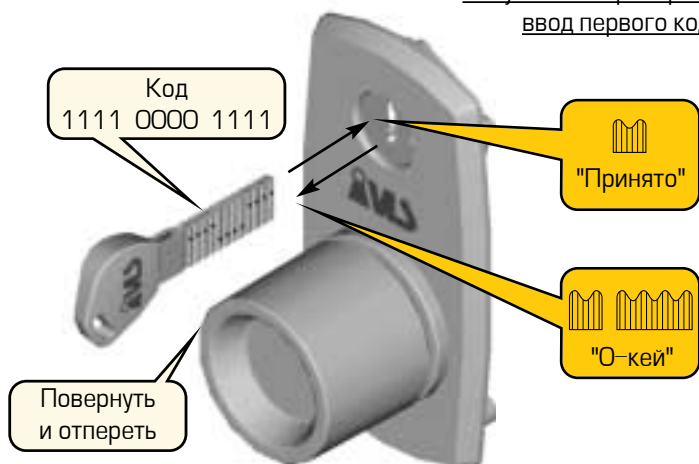

Рисунок 7 – Проверка замка: ввод второго кода
13. Вращением ручки замка со стороны ключеприемника (рис. 7) убедитесь в том, что замок открылся.